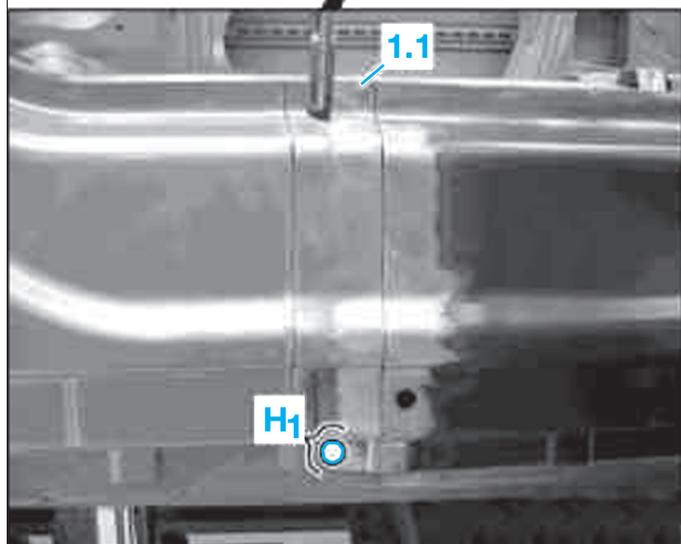

FIG. 77
- Percer dans le morceau de la partie extérieure du montant B (1.1) un trou (Ø 6,5 mm) dans la zone (H₁) (Fig.77).